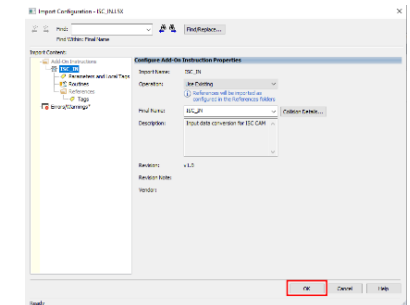

Figure 34: Import Configuration - AOI_ISC_CAM_v2_INPUTS.L5K
18. 弹出窗口“导入配置 - AOI_ISC_CAM_v2_INPUTS”，按“确定”以将文件添加到项目，见图 34.